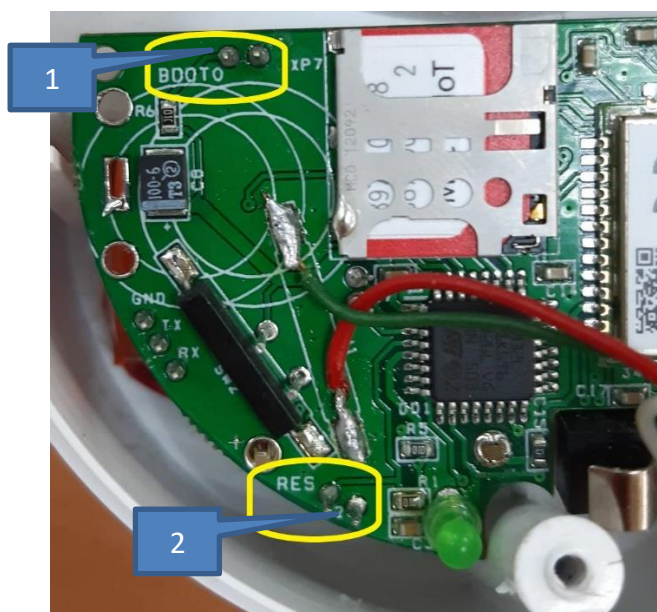

Рисунок 13 – Модуль NB-IoT (BOOT0, RESET)
- Надежно замкнуть переключку **BOOT0** (1 рисунок 13).
- Ненадолго замкнуть переключку **RES** (2 рисунок 13);